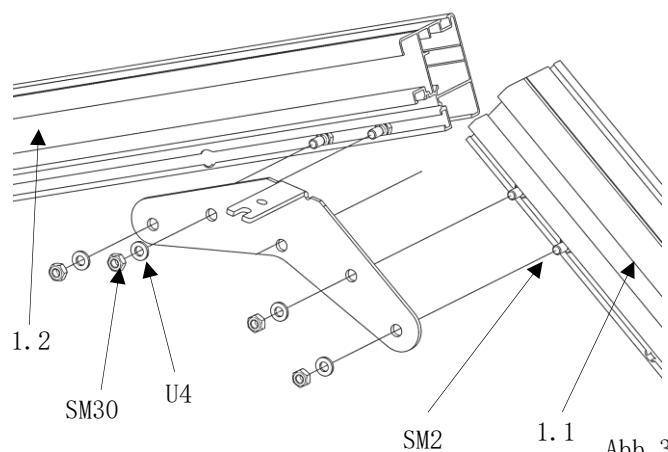

Abb. 35
- es muss sichergestellt werden, dass der Firstverbinder korrekt ausgerichtet ist, bevor die Verschraubungen handfest angezogen werden. (Abb. 35)